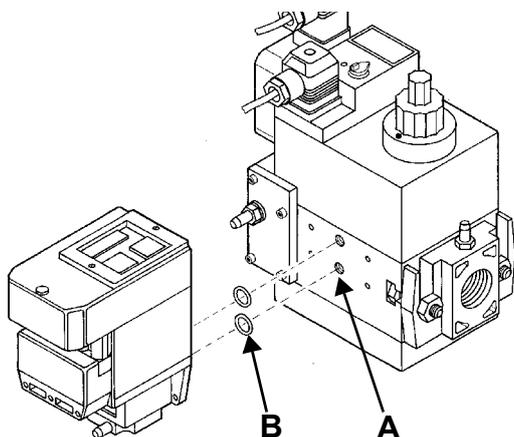
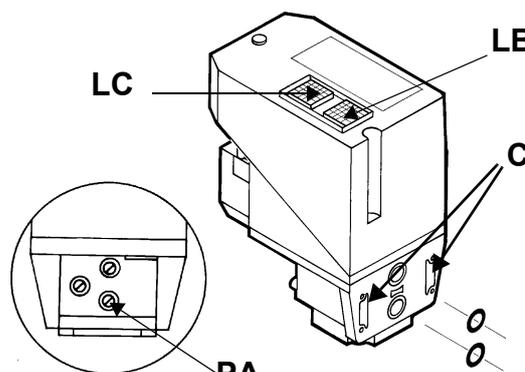

Fig. 15
Fig. 16
- 3 quitar los tornillos de cierre del grupo Multibloc (Fig. 15-A);
- 4 colocar los anillos de estanqueidad (10,5 x 2,25) en el VPS 504 (Fig. 16-B, Fig. 15-B);
- 5 apretar los 4 tornillos de control de estanqueidad (M4 x 16) Fig. 15-C.
Si se desea realizar un control, introducir un manómetro en la toma de presión **PA** en Fig. 16. Si el ciclo de prueba resulta positivo, después de algunos segundos se enciende la lámpara de consenso **LC** (amarilla). En caso contrario se enciende la lámpara **LB** de bloqueo (roja). Para reiniciar es necesario desbloquear el equipo presionando el pulsador luminoso **LB**.